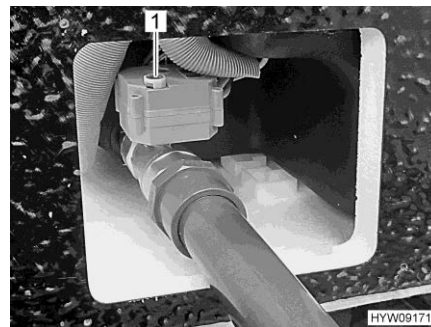

Fig. 195 Manovella (rubinetto di scolo delle acque grigie)
- Per aprire il rubinetto di scolo delle acque grigie sollevare la manovella (Fig. 195,1) e ruotarla in senso antiorario fino a battuta. La direzione di rotazione (O per apertura, S per chiusura) è indicata sulla manovella.
- Per chiudere il rubinetto di scolo delle acque grigie sollevare la manovella (Fig. 195,1) e ruotarla in senso orario fino a battuta.